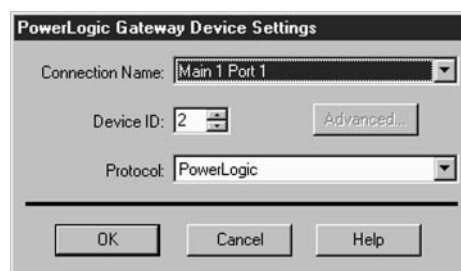

Figura 6-4: Cuadro de diálogo de ID de dispositivo de puerta
3. Haga clic en Aceptar y aparecerá el cuadro de diálogo ID de dispositivo de Puerta POWERLOGIC (figura 6-4):